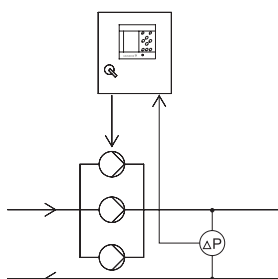

Рис. 23 Перепад давления
- Перепад давления, см. рис. 23.